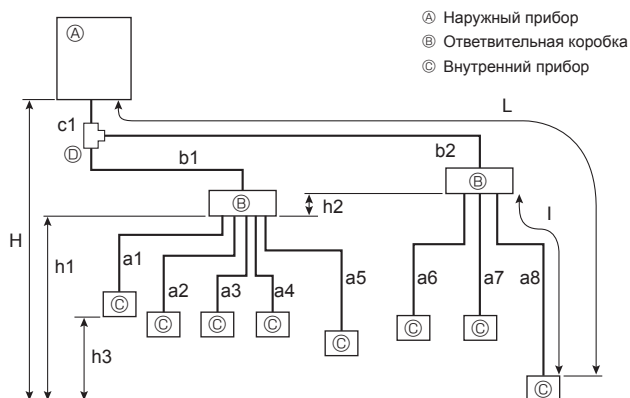

Fig. 4-2
4.2.2. Подключение с использованием ответвительной коробки (Fig. 4-2)